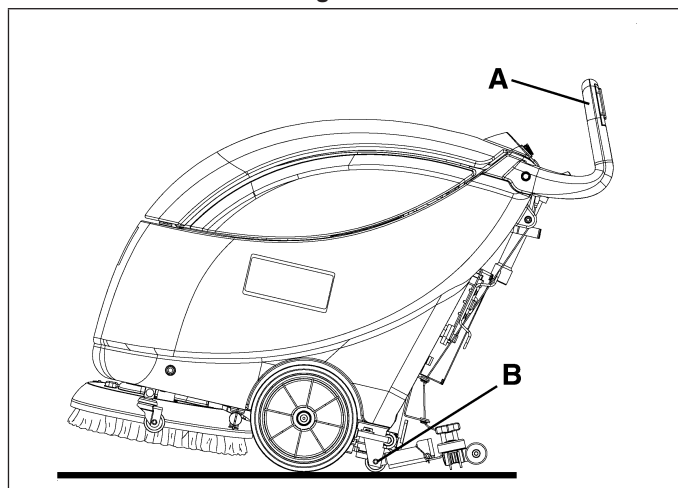

Figure 19
3. Saisir le guidon (A, Fig. 19) et le baisser légèrement jusqu'à ce que la roue arrière (B) touche le sol, comme indiqué dans la figure. Tout en gardant la machine dans cette condition, la pousser dans le lieu de transport/stationnement.